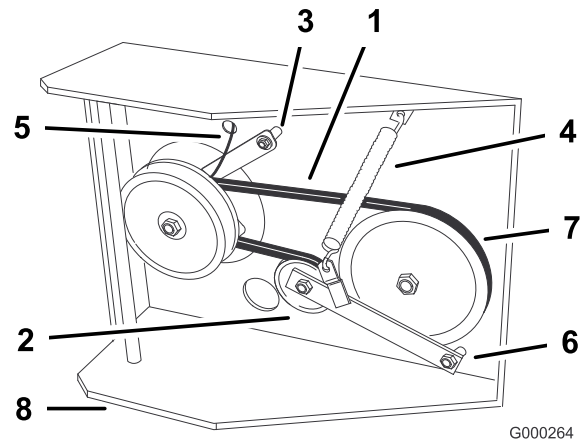

**Figura 42**
2. Retire el perno superior que sujeta los soportes de la polea tensora al bastidor trasero (Figura 42).
3. Afloje los dos tornillos de montaje inferiores según sea necesario para que la correa pueda pasar entre la polea de transmisión y el soporte de la polea tensora (Figura 42).
6. Coloque el perno superior que sujeta los soportes de la polea tensora al bastidor trasero (Figura 42).
7. Apriete los dos tornillos de montaje inferiores según sea necesario para que la correa pueda pasar entre la polea de transmisión y el soporte de la polea tensora (Figura 42).